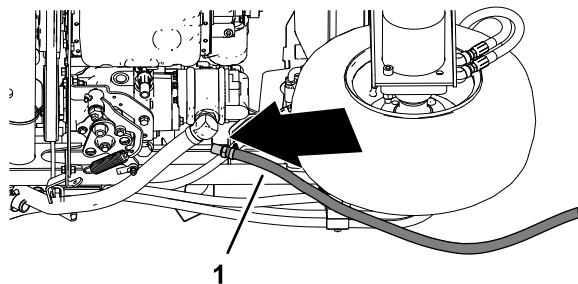

Рисунок 48
1. В нижней части машины разместите шланг линии возврата маслоохладителя рядом с правым швеллером рамы машины, как показано на Рисунок 48.